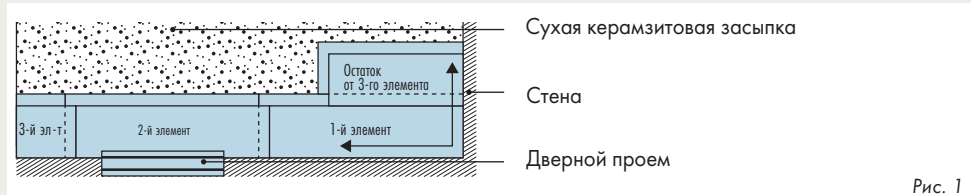

Рис. 1
**2** Рекомендуется начинать укладку элементов пола от стены с дверным проемом справа налево. Обрезанная сторона элемента должна быть обращена к стене, а выступающий фальц противоположной стороны внутрь помещения (рис. 1).